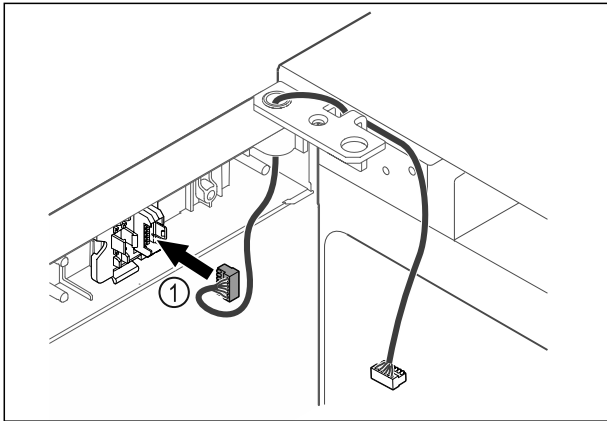

Fig. 38
- ▶ Вставьте штекер Fig. 38 (1) в держатель.